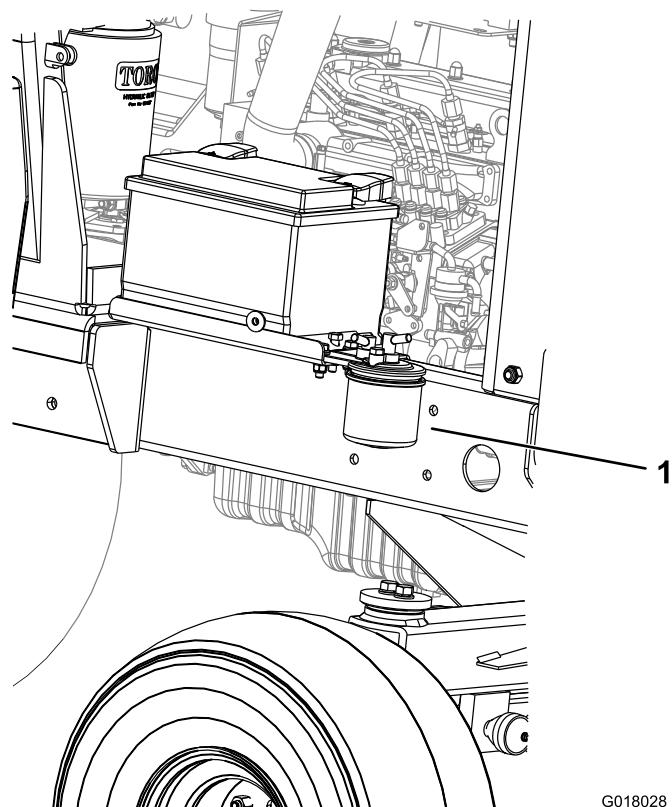

Figura 47
1. Coloque un recipiente limpio debajo del filtro de combustible (Figura 47).